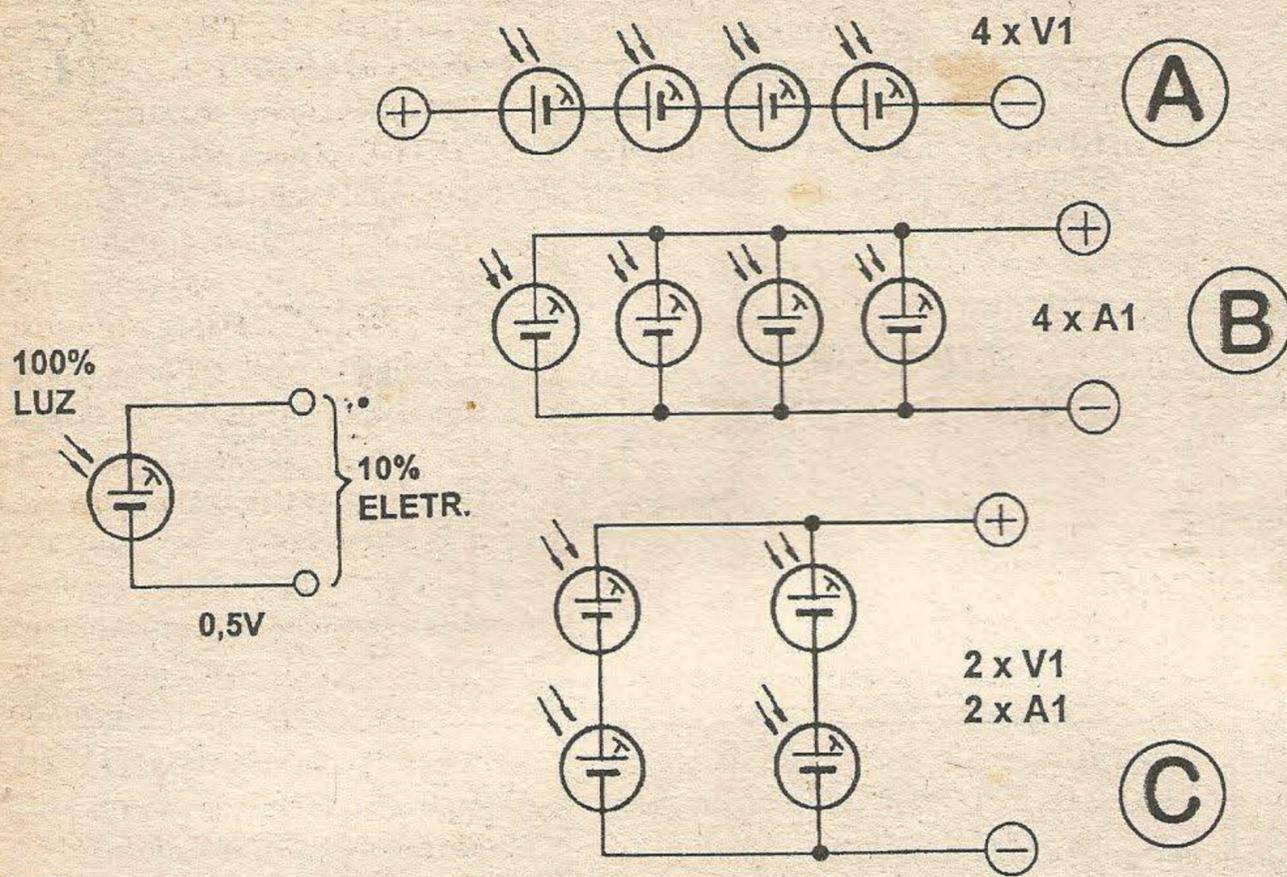

Fig. 5
**- FIG. 5 - O DETETOR FOTOVOLTAICO COMO "GERADOR DE ENERGIA"...** - Os FOTOVOLTAICOS são detetores ou transdutores de energia luminosa em energia elétrica, contudo muito pouco eficientes, em termos de *rendimento* nessa *tradução*... Em média, cerca de 10% apenas, da energia que *chega* em forma de luz, é realmente convertida em eletricidade, em termos de *trabalho* que pode ser realizado... Outro ponto de *deficiência* nessa *tradução* direta, é que a máxima tensão obtida nos terminais de uma única *célula* fotovoltaica (esse é outro nome pelo qual comumente o componente é chamado, além de *célula solar*, entre outros...), mesmo sob